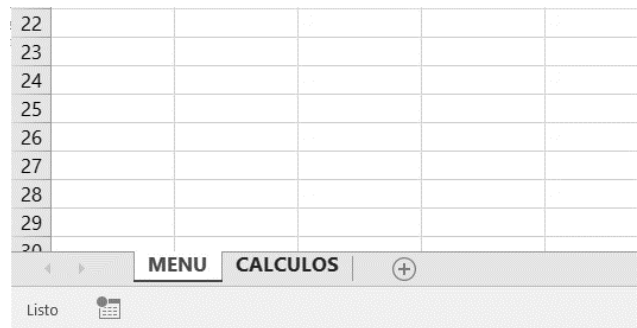

Figura 4.
Paso 2: Cree dos hojas de cálculo dentro del libro guardado antes y asígnele los nombres de “MENU” y “CALCULOS” respectivamente. Figura 4.